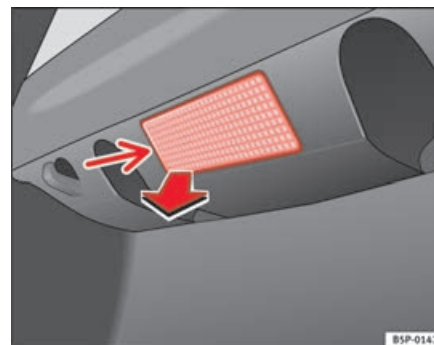

Fig. 199 Luce bagagliaio
- Estrarre il paralume facendo pressione sul bordo della parte interna dello stesso-freccia- aiutandosi con la parte piana di un cacciavite ⇒ fig. 199. ►